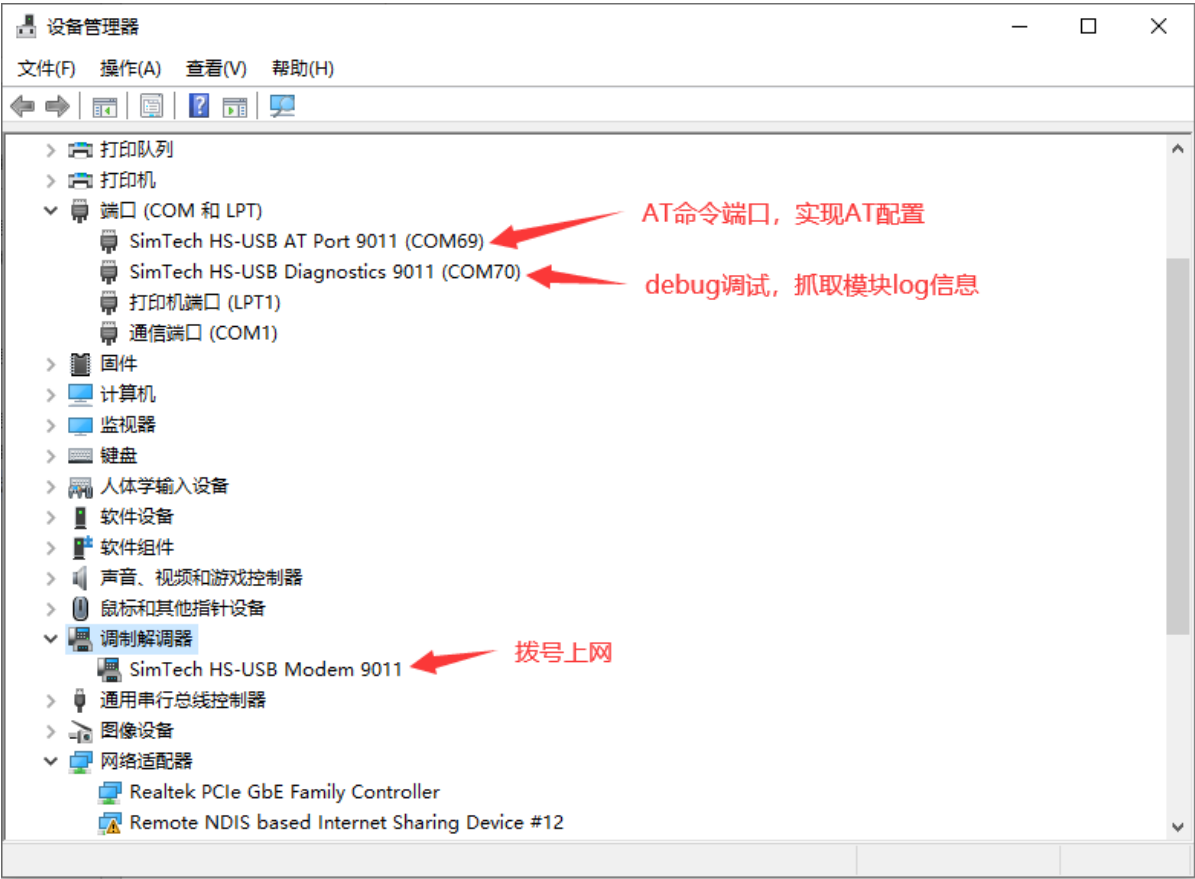

图 3.2.7 安装 USB 驱动完成
5. 其余设备驱动的安装方法与上面步骤一致，依次完成操作即可，都安装成功后，可以看到三个端口，如图 3.2.7 所示：